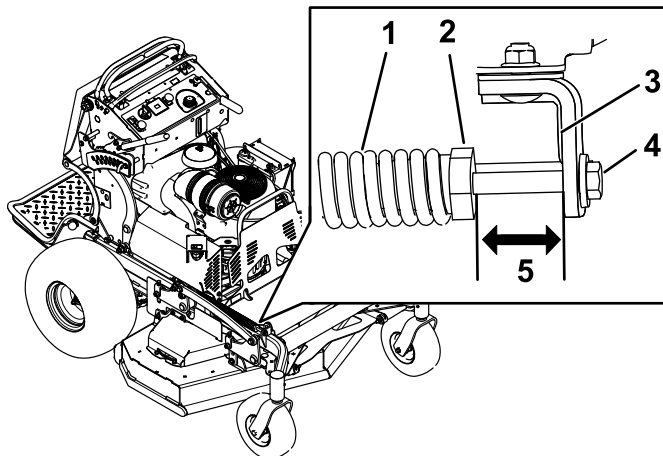

Bild 99
2. Prüfen Sie den Abstand zwischen der Federmutter und der Rückseite der geschweißten Befestigungshalterung (Bild 99).
3. Achten Sie darauf, dass die Länge zwischen 47 mm und 50 mm liegt, wie in Bild 99 dargestellt.
4. Stellen Sie ggf. den Abstand ein, indem Sie die Schraube an der Vorderseite der Befestigungshalterung einstellen (Bild 99).